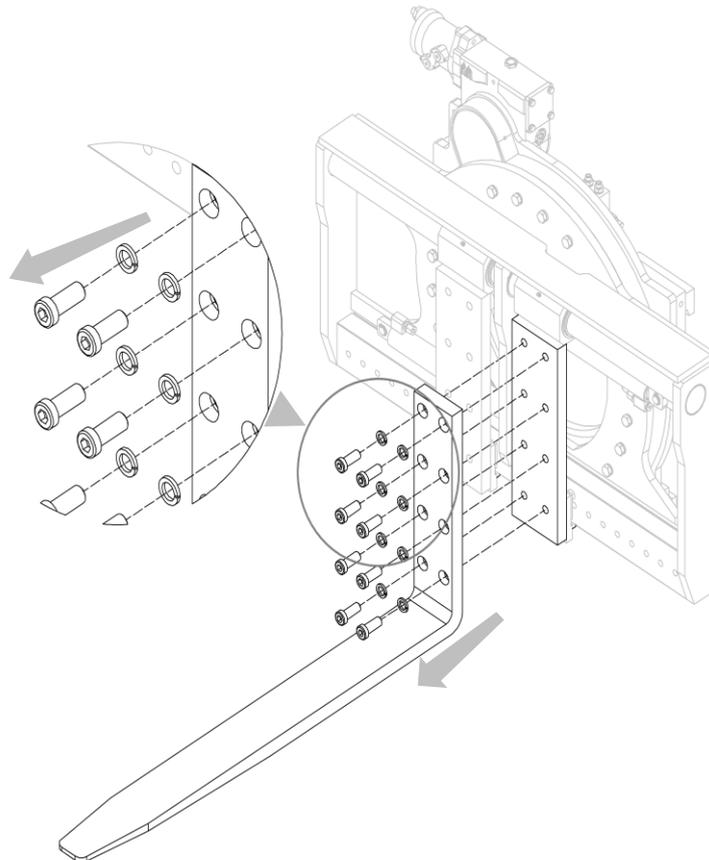

Figura 27
2. Retirar las horquillas después de haber desatornillado los correspondientes tornillos que las bloquean (mira *Figura 27*).